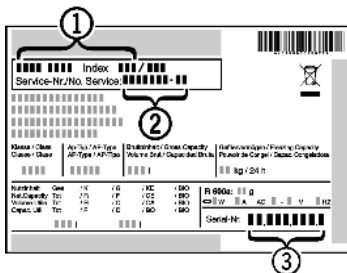

Fig. 18
- ▶ A készülék megnevezését Fig. 18 (1), a szerviz- Fig. 18 (2) és sorozatszámot Fig. 18 (3) a típustábláról olvassa le. A típustábla a készülék belsejében baloldalon található.
- ▶ Értesítse a vevőszolgálatot a hibáról, és adja meg nekik a készülék megnevezését Fig. 18 (1), a szerviz- Fig. 18 (2) és a sorozatszámot Fig. 18 (3).